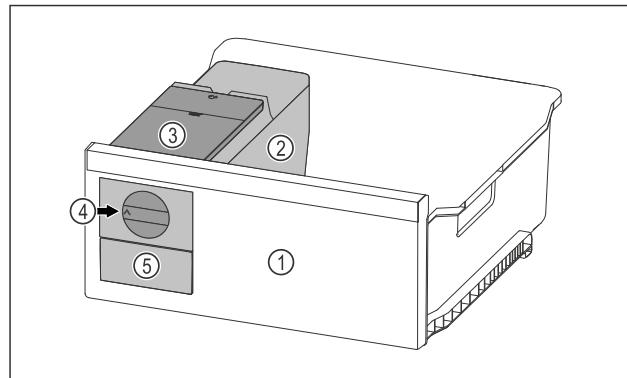

Fig. 120 Примерное изображение
- Поверните поворотную кнопку Fig. 120 (4) по часовой стрелке до упора.
- Кубики льда упадут из ванночки для кубиков льда в выдвижной ящик для кубиков льда Fig. 120 (5).